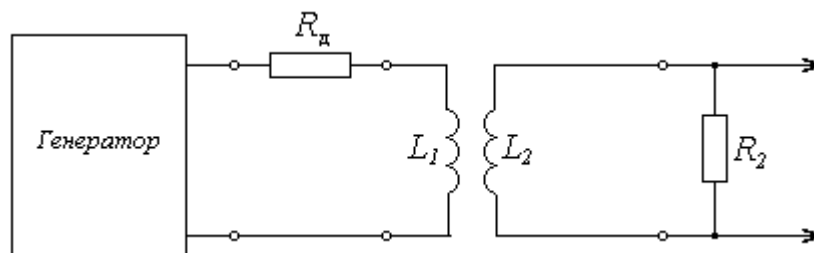

Рисунок 3.10 – Функциональная схема для измерения частотной зависимости коэффициента передачи мощности согласующего трансформатора
- Соберите лабораторную установку для измерения частотной зависимости коэффициента передачи мощности согласующего трансформатора (рисунок 3.10).